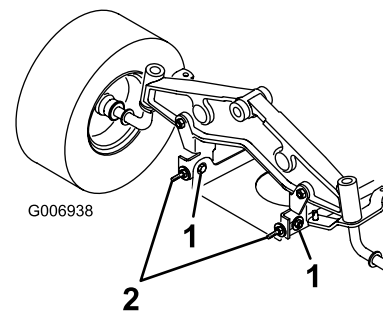

Figure 50
10. Desserrez légèrement les boulons de fixation de la plaque de pivot avant (Figure 50).
11. Tournez les contre-écrous des boulons à œil pour modifier le réglage (Figure 50).
12. Après avoir réglé uniformément les contre-écrous des deux boulons à œil, contrôlez de nouveau l'inclinaison avant/arrière. Poursuivez le réglage des boulons à œil jusqu'à ce que la pointe avant de la lame soit de 0 à 9 mm plus bas que la pointe arrière (Figure 50).
13. Quand l'inclinaison avant/arrière est correcte, resserrez les boulons de fixation de la plaque de pivot (Figure 50).